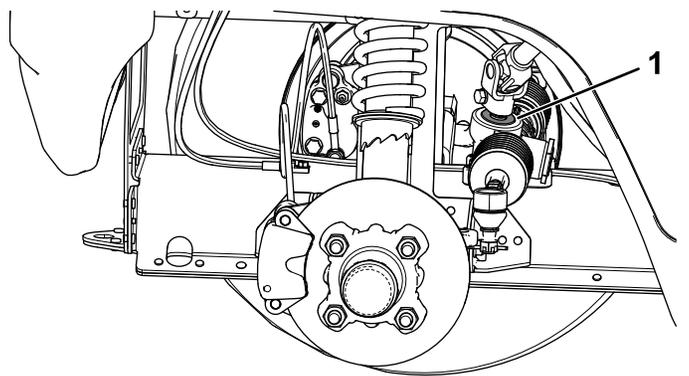

図 55
**重要**ピニオンシャフトのシールの状態と磨耗程度を点検する 図 55。